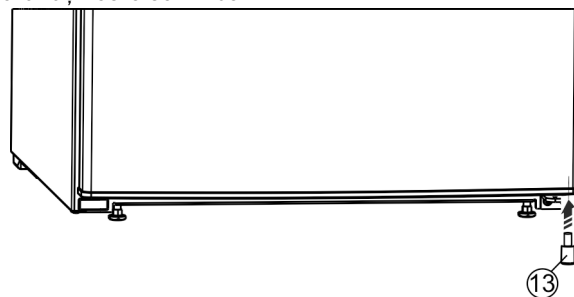

Fig. 26 *
- ▶ Remontați distanțierul Fig. 26 (13) în partea inferioară dreaptă a ușii, deoarece este important pentru stabilitatea aparatului.*